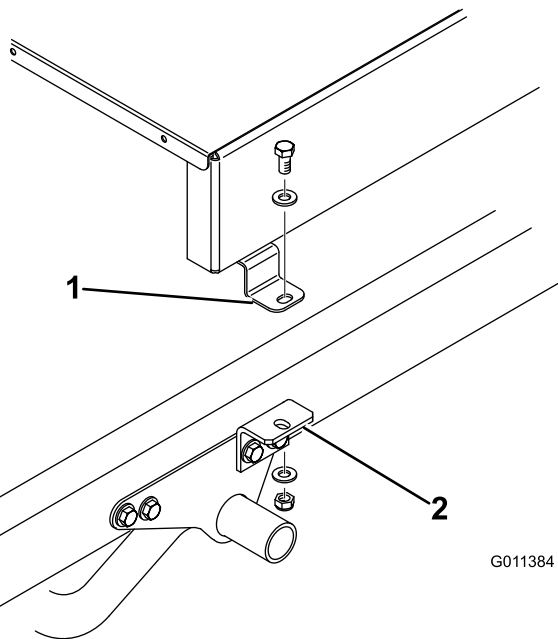
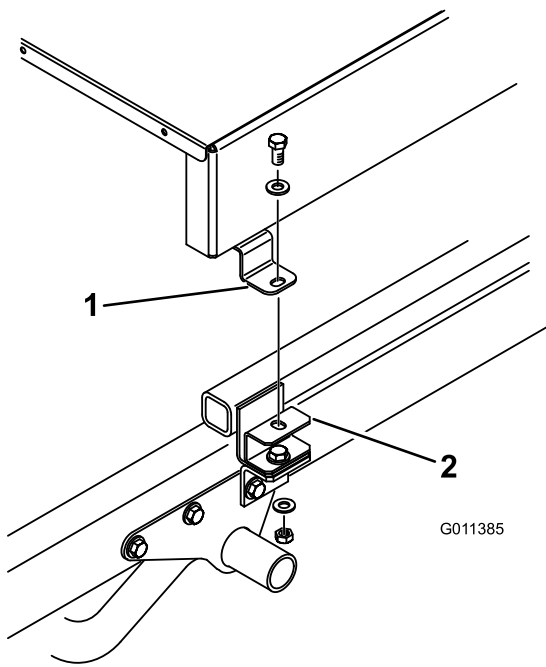

Figura 10
Figura 11
8. Sujete provisionalmente la parte superior de cada soporte de montaje (Figura 10) o soporte de espaciador (Figura 11) a la pestaña de montaje de cada lado de la recebadora con un tornillo ( $\frac{1}{2}$ " x 1"), 2 arandelas planas y contratuerzas. Apriete todas las fijaciones.